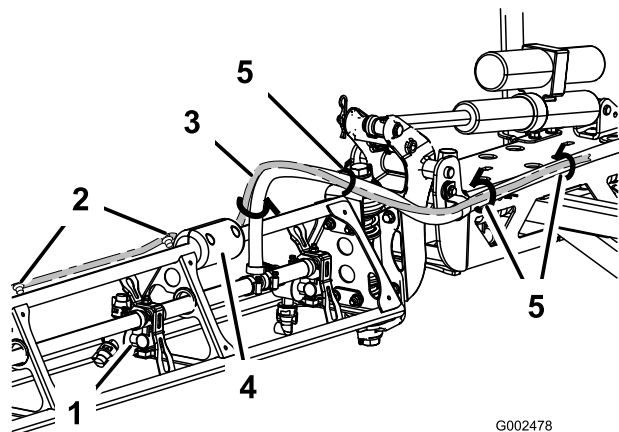

図 4
- センサーのワイヤを、下側サポートに沿ってサイド・ブロックまで配線する（図 4）。そして、付属のクリップで、ブームのトップに固定する。
- センサーのワイヤを、サイド・ブロックの下を通してブーム供給ホースとセンター・ブーム・アセンブリまで配線する。ケーブル・タイを使ってワイヤ・ハーネスをブーム・ホースに固定する（図 4）。